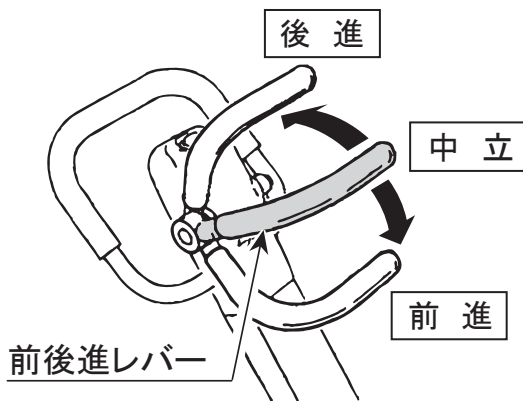

図 11
2. 前後進レバーを操作して、本機を前後進させます。前後進レバーを前に倒すと前進し、後ろへ倒すと後進します。中立の位置では本機はその場で振動します。(図11)